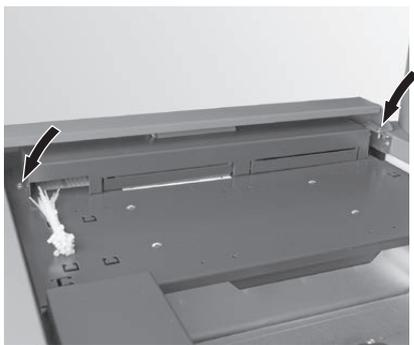
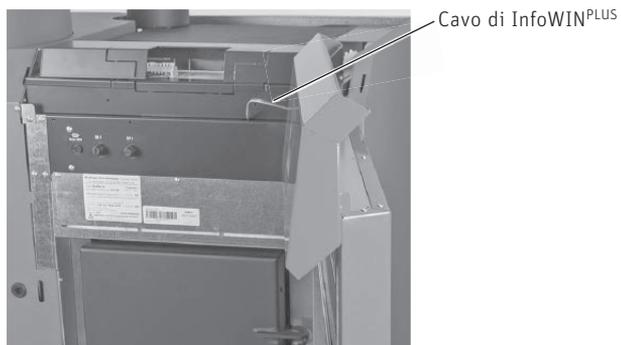

Fig. 122 Allentare le 2 viti del pannello di comando
Fig. 123 Agganciare il pannello di comando alla porta (posizione di assistenza), aprire il coperchio
- ▶ Rimuovere il pannello di comando, a tal scopo allentare le 2 viti sul retro del pannello – Fig. 122. Rimuovere il pannello di comando verso l'alto, estrarre il cavo di InfoWIN^{PLUS} e agganciare il pannello di comando sul davanti nella porta (posizione di assistenza) – Fig. 123.